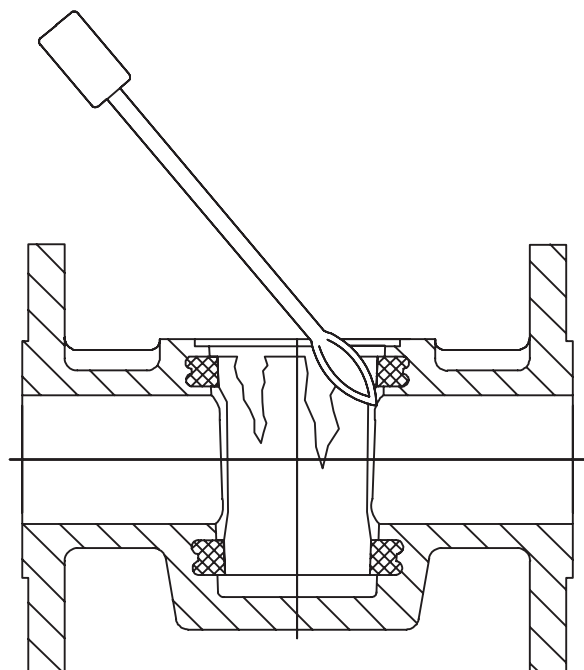

Fig. 2
3. Découpe de l'ancien manchon (fig. 2)